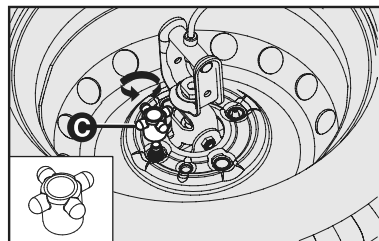

fig. 3
- Retirar a porca que trava o dispositivo **C-fig. 3**, girando-a no sentido anti-horário.